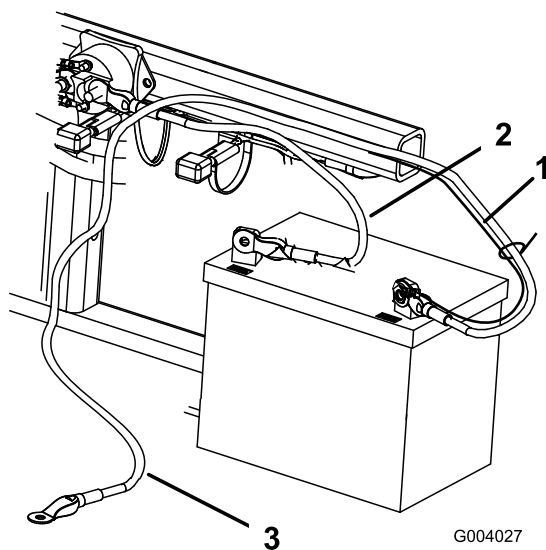

図 7
2. ボルト  $\frac{1}{4} \times \frac{5}{8}$ " とロックナットで、赤いプラス+ケーブルをバッテリーのプラス+端子に固定する 図 7。
- 3. ボルト  $\frac{1}{4} \times \frac{5}{8}$ " とロックナット  $\frac{1}{4}$ " で、細い黒ワイヤと黒いマイナスケーブルをバッテリーのマイナス端子に固定する 図 7。